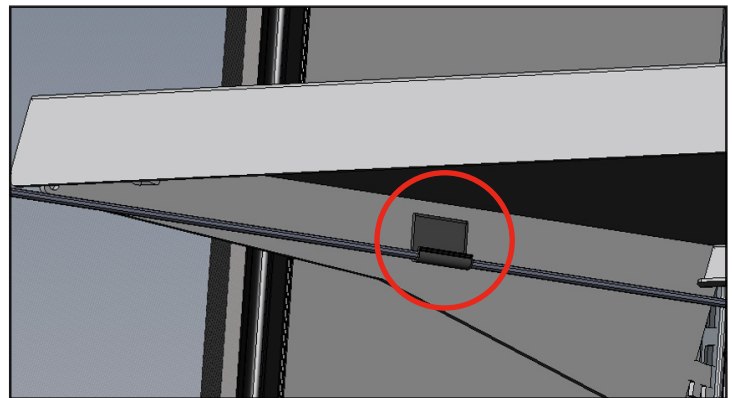

Fig. 4. Fissare il cavo di alimentazione.
4. Fissare il cavo di alimentazione al fermo a clip a J presente sulla staffa del ripiano. Vedere fig. 4.